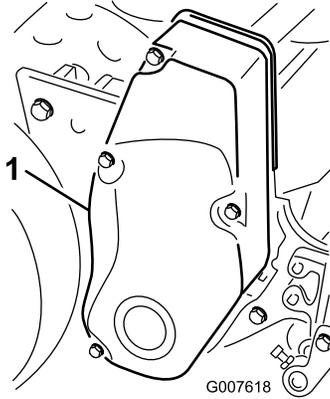

図 34
1. ベルトカバー取り付けネジを外してカバーを取り、ベルトを露出させる 図 34。